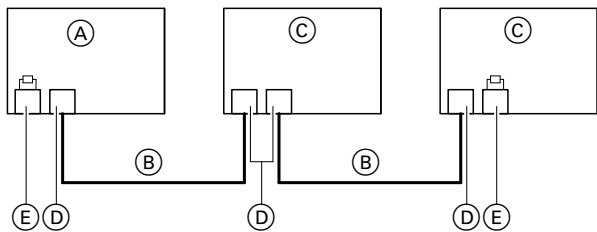

Abb. 59
- Der Viessmann CAN-BUS ist für die BUS-Topologie „Linie“ mit beidseitigem Abschlusswiderstand (Terminierung) ausgelegt: Siehe Abb. 59.